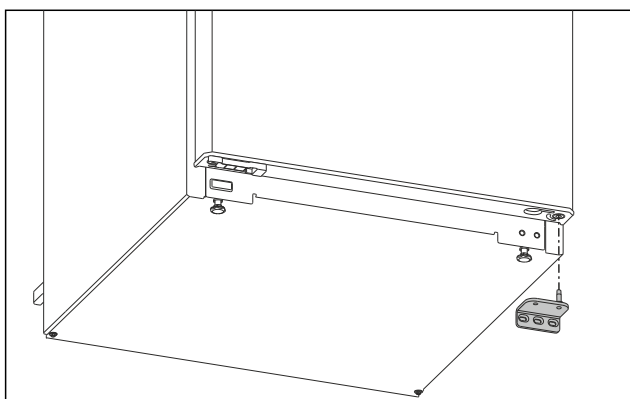

Fig. 7
- Desmontar el soporte del cojinete hacia abajo. (consulte Fig. 7)